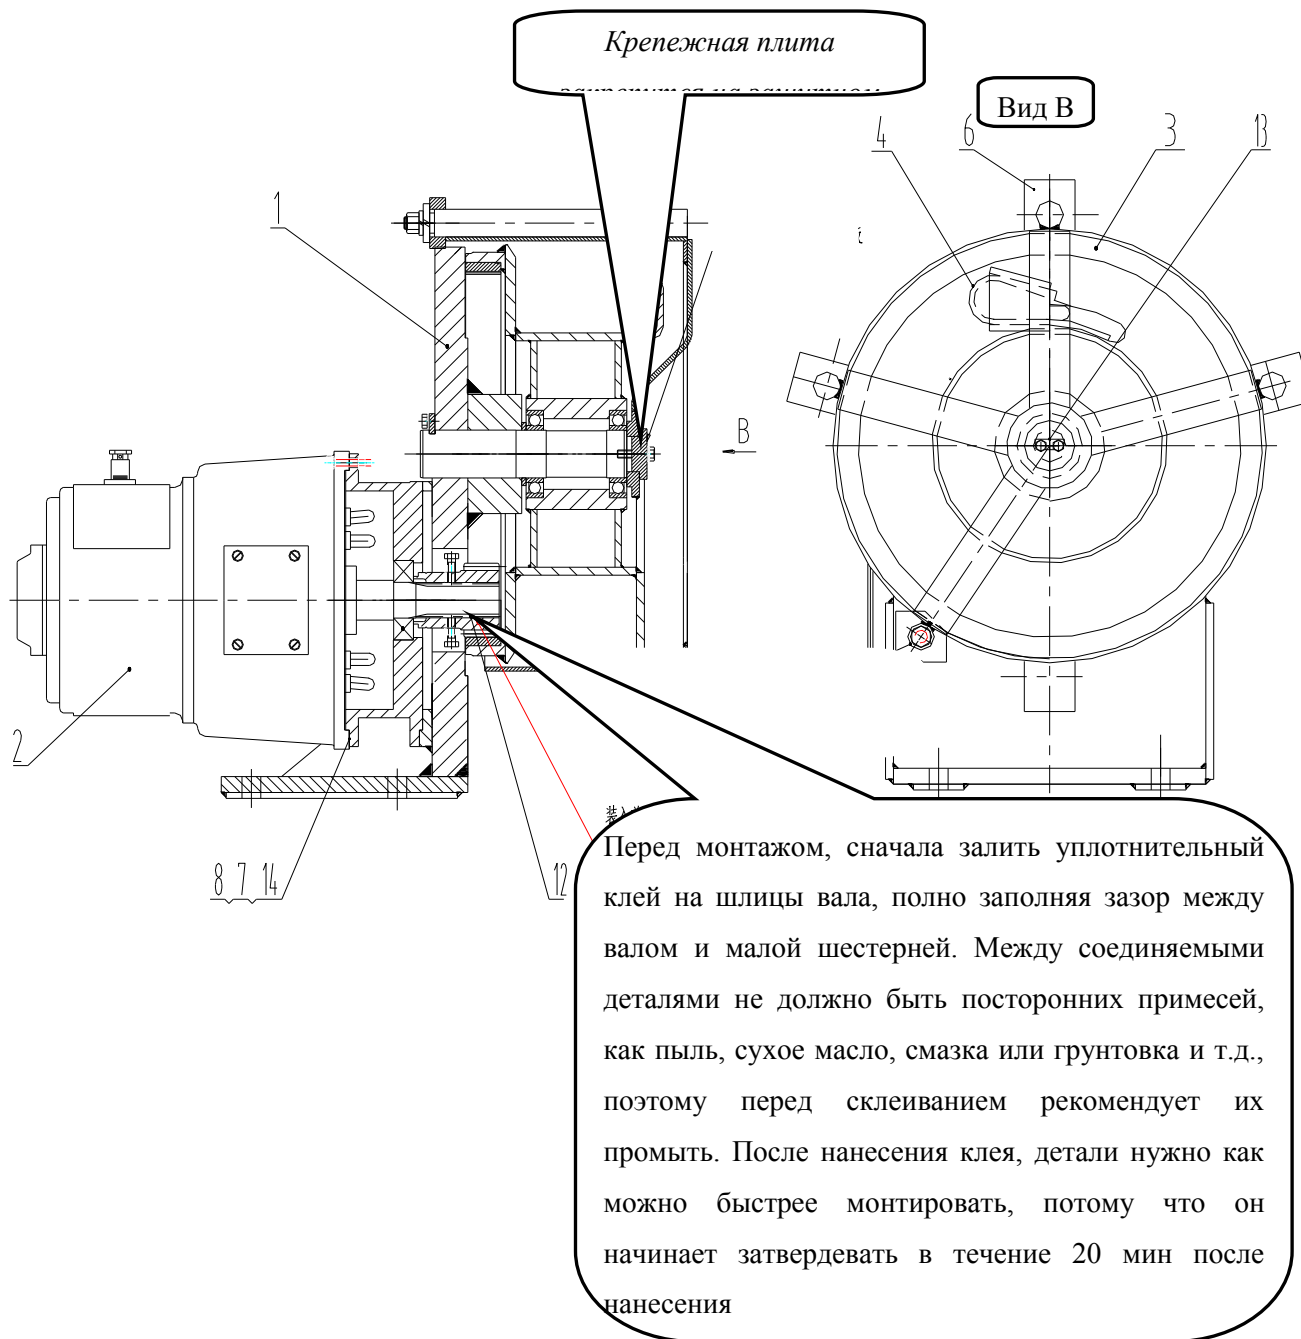

Рисунок 8-2. Привод барабана
Разборка барабана и двигателя проводится следующим образом (см. рисунок 8-2):
6. Так как на шлицы двигателя наносится клей (связующее вещество), то нужно сначала прогреть малую шестерню (8), а затем вытаскивать ее из двигателя (см. рисунок 8-2).
7. Демонтируйте подшипник (10). Малую шестерню, герметик и подшипниковую опору можно снять в сборе (снять одной группой).
8. С двуногой стойки снимите опорную планку (3) и вал (2).